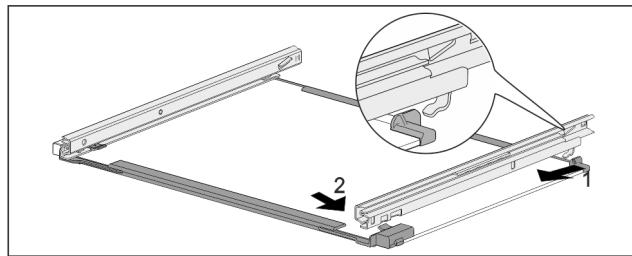

Fig. 175 Placa de sticlă cu șine
- ▶ Agătați șina în partea din spate. Fig. 175 (1)
- ▶ Înclicheazăți șina în partea din față. Fig. 175 (2)